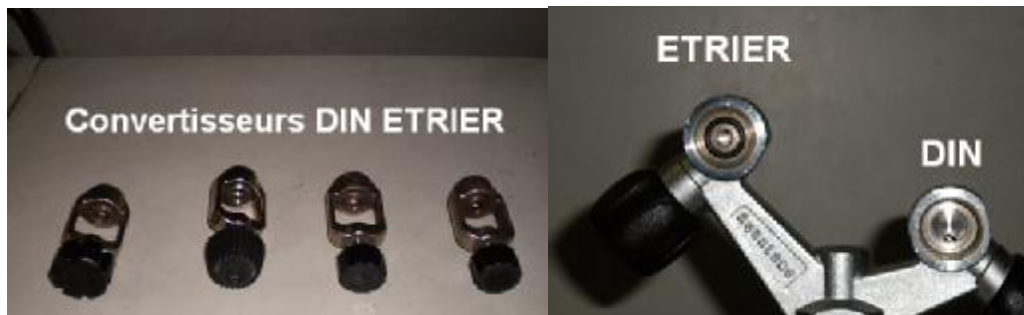

Fig. 5
- 6) brancher la première vague de 4 bouteilles aux tuyaux de remplissage adaptés préalablement aux types robinetterie (étriers ou DIN) à l'aide des convertisseurs disponibles (fig. 5)